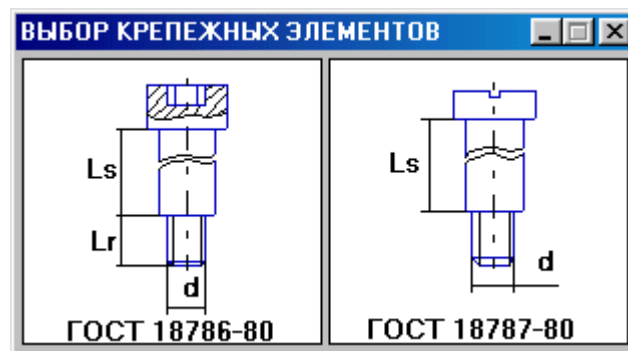

Рисунок 1.102 – Слайдове меню вибору кріпильних елементів
- зі слайдового меню (рис. 1.102) вибирається тип гвинта.